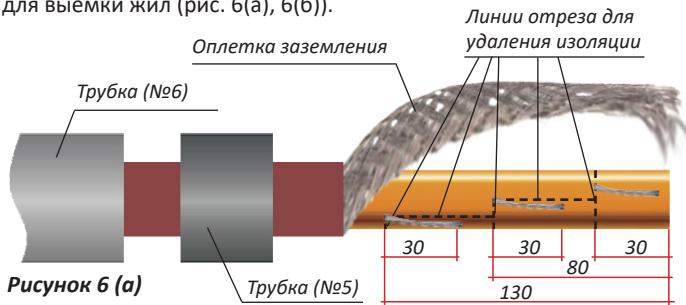

Рисунок 6 (а)
6.6. Укоротить греющие жилы (длиной более 30мм) до длины 30 мм. С помощью ножа удалить лишнюю изоляцию греющих жил, согласно схеме. При этом, продольные отрезы необходимо осуществлять в тех же местах, где производились предыдущие прорезы для выемки жил (рис. 6(а), 6(б)).